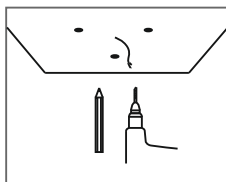

Рис.2
5. Приложите основание светильника к месту установки и разметьте монтажные отверстия, просверлите их (Рис.2).